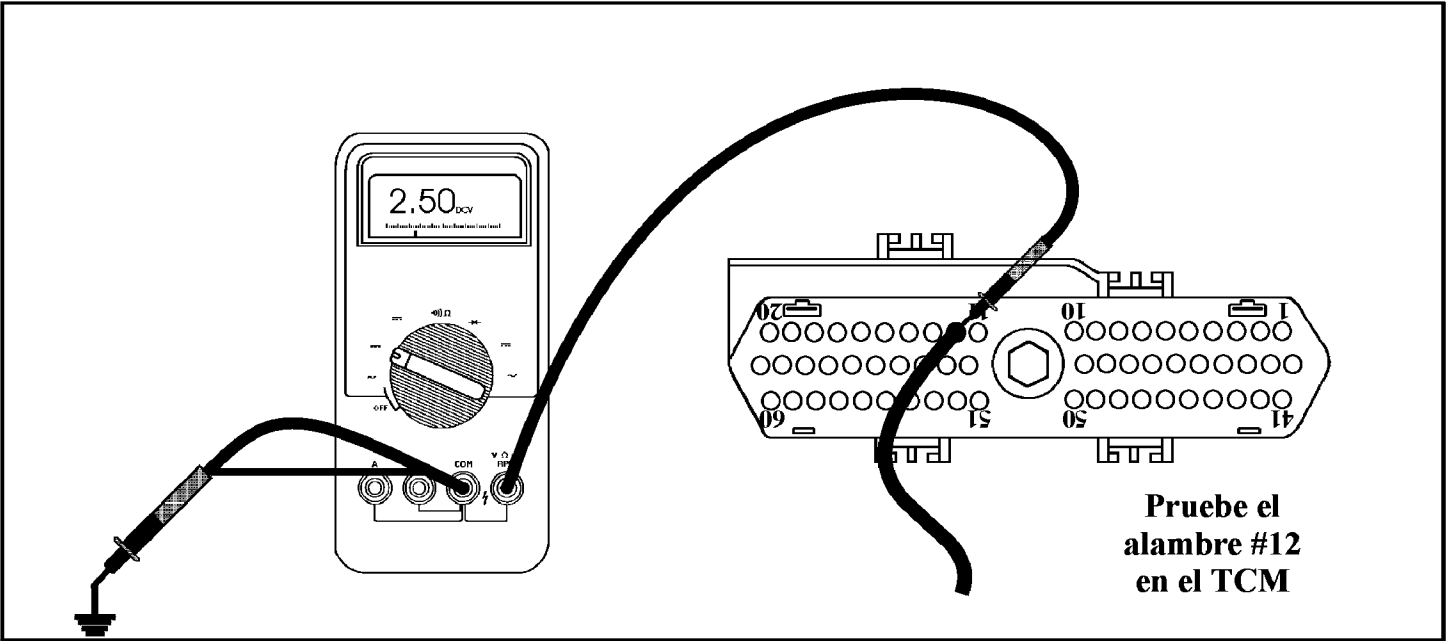

Figura 43
- Compare el voltaje del TPS obtenido por el escáner con el voltaje obtenido por el voltímetro en el terminal 12 del TCM (Vea la figura 43). Con la llave en contacto y el motor apagado y sin tocar el acelerador, la lectura obtenida debe ser de aproximadamente .50 a .78 voltios. El voltaje debe aumentar en proporción a la apertura del acelerador hasta llegar a la apertura completa con un voltaje de aproximadamente 3.8 a 4.0. **NOTA: Las dos lecturas deben ser relativamente iguales, sin embargo, el cambio de voltaje obtenido con el escáner será ligeramente más lento.**